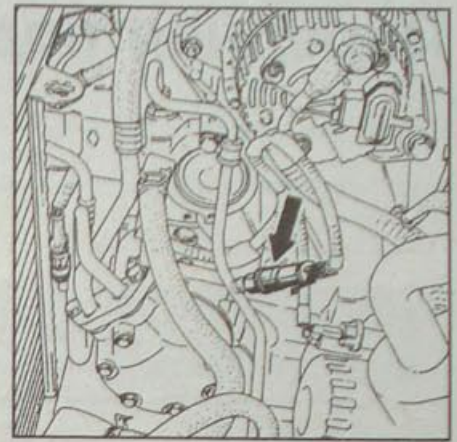

Рис. 9.25. Расположение датчика давления на трубке высокого давления на выходе из насоса
- Снимите датчик давления с жесткой трубки высокого давления на выходе из насоса (рис. 9.25).